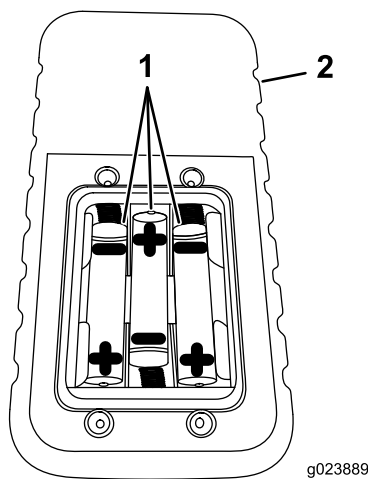

Bild 59
4. Legen Sie drei neue AAA-Batterien wie in Bild 59 dargestellt ein.
- Legen Sie drei neue AAA-Batterien wie in Bild 59 dargestellt ein.